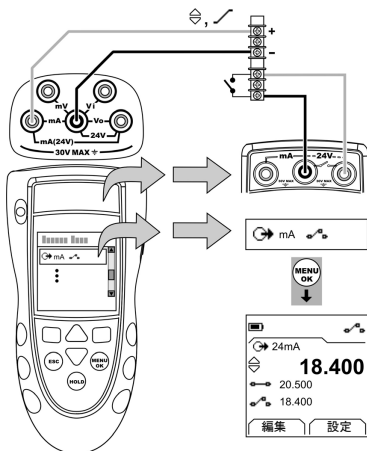

図5：構成例- スイッチ テスト
1. 本計器を接続し(図 5)、必要に応じて **セットアップ** (表 1)を行います。